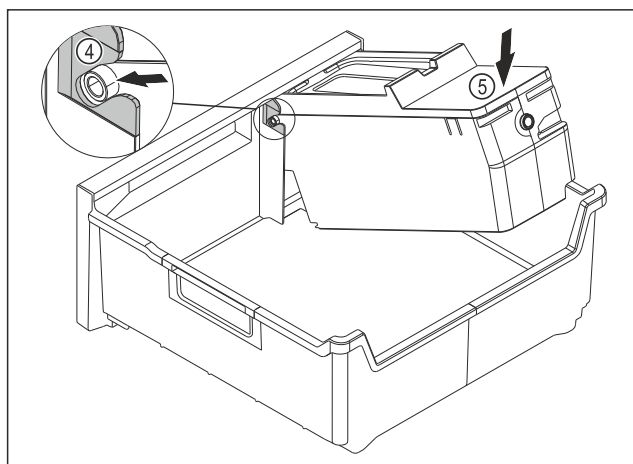

Fig. 93
- ▶ Montaż korpusu EasyTwist-Ice: Wsunąć osie korpusu EasyTwist-Ice w prowadnice Fig. 93 (4).
- ▶ Docisnąć korpus EasyTwist-Ice Fig. 93 (5) z tyłu do dotu.